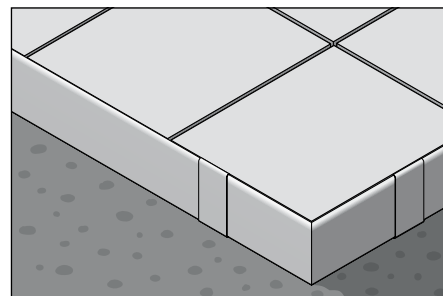

Fig. 7
Forarbejdning til udlægning af selv bærende pladeelementer på fliselejesystemet TROBA-LEVEL med BARA-RT/BARA RTC (fig. 7)
2. Ved brug af fliselejesystemet TROBA-LEVEL dækker afslutningsprofilen BARA-RT/BARA-RTC den frie kant af belægningskonstruktionen (fig. 7).